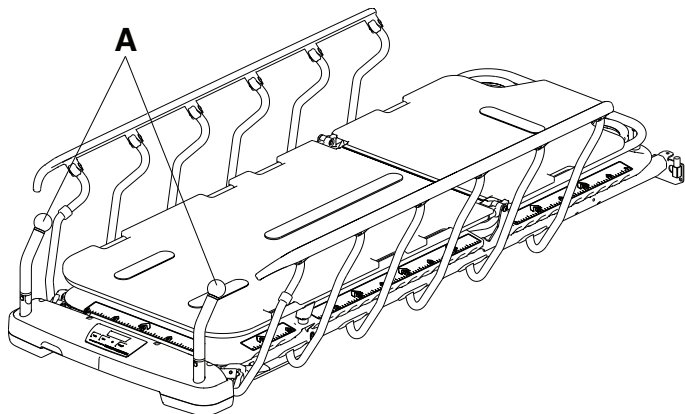

Figura 11 – Posicionamento das pegas de empurrar da extremidade do lado dos pés
1. Gire as pegas para cima (A) a partir da extremidade do lado dos pés do produto (Figura 11).